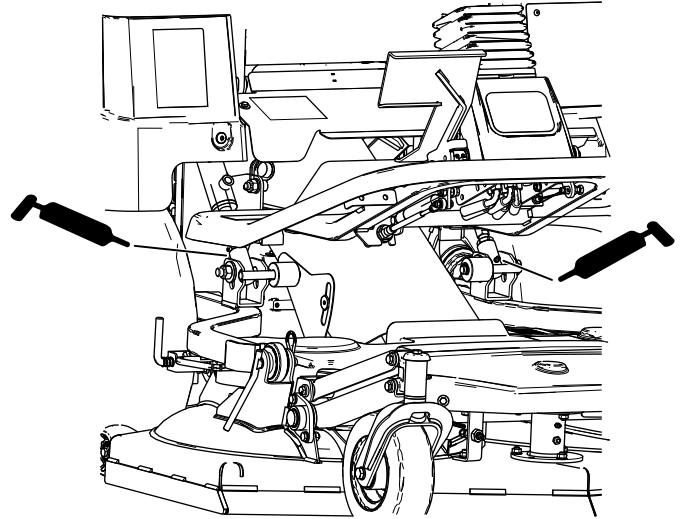

Bild 40
- Schneideinheit hubarm-Drehpunkte (Bild 40)